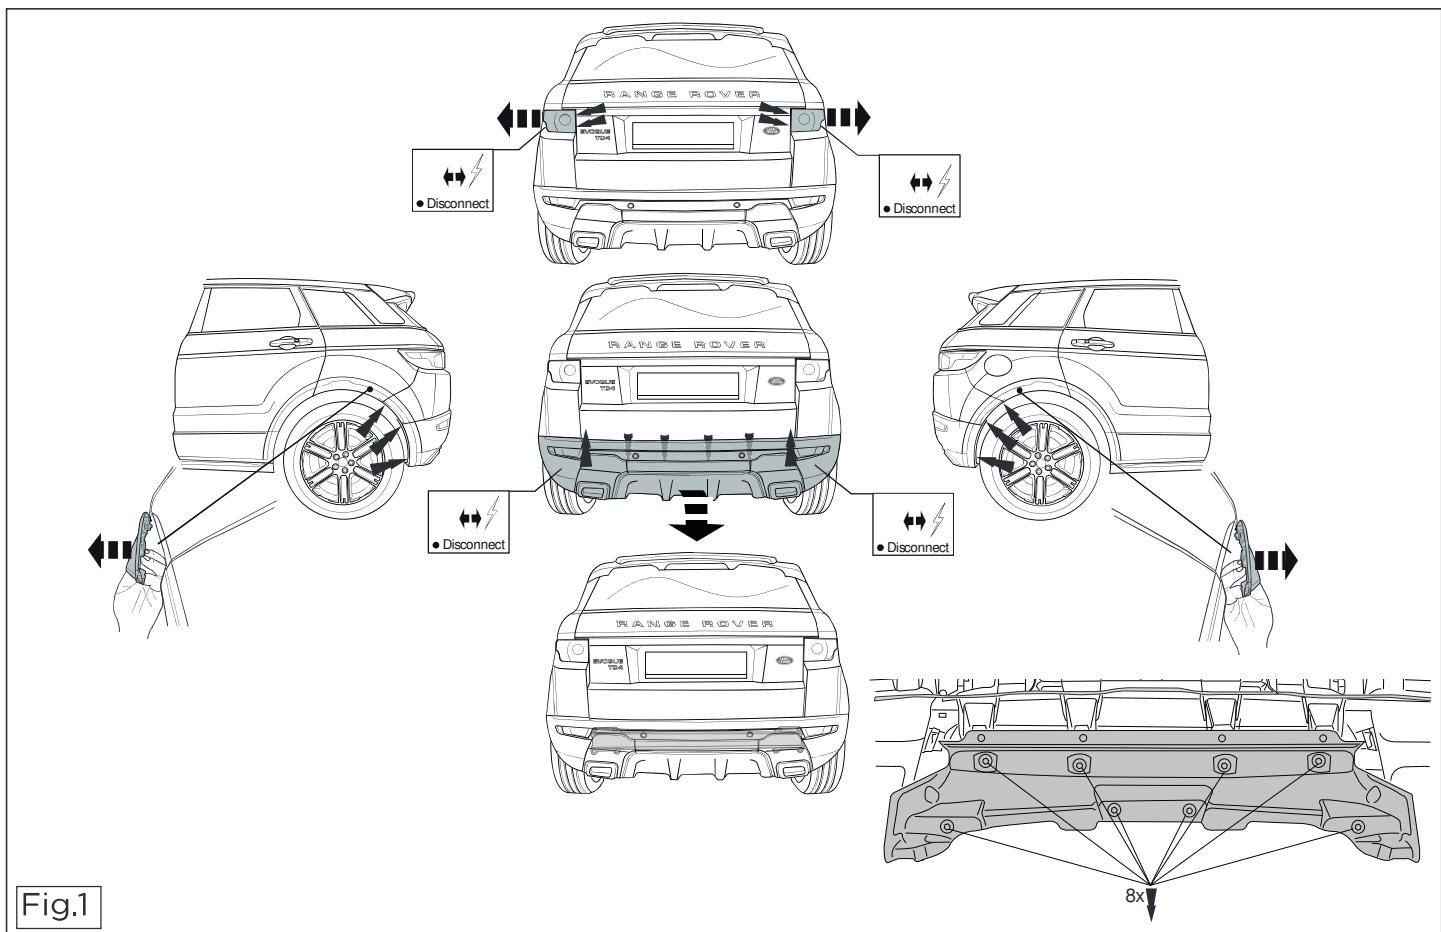

Fig.1
1. Demonteer de achterlicht units.(zie fig. 1).
2. Demonteer de bumper. (zie fig. 1).
10. Demonteer het hitteschild uit de bumper. (zie fig. 1)
1. Remove the rear-light units. (see fig. 1).
2. Remove the bumper. (see fig. 1).
10. Remove the heat shield from the bumper. (see fig. 1)
1. Die Rücklichter abmontieren. (siehe Fig. 1).
2. Die Stoßstange abmontieren. (siehe Fig. 1).
10. Entfernen Sie den Hitzeschild von der Stoßstange. (siehe Fig. 1)
1. Démonter les feux arrière. (voir la fig. 1)
2. Démonter le pare-chocs. (voir la fig. 1).
10. Démontez la protection anti-chaleur du pare-chocs. (voir la fig. 1)
1. Demontera bakljusmodulerna. (se fig. 1).
2. Demontera stötfångaren. (se fig. 1).
10. Ta bort värmeskölden från stötfångaren. (voir la fig. 1)
1. Demonter baglysenhederne. (jævnfør fig. 1).
2. Demonter kofangeren. (jævnfør fig. 1).
10. Afmonter varmeskjoldet fra stødfangeren. (jævnfør fig. 1)